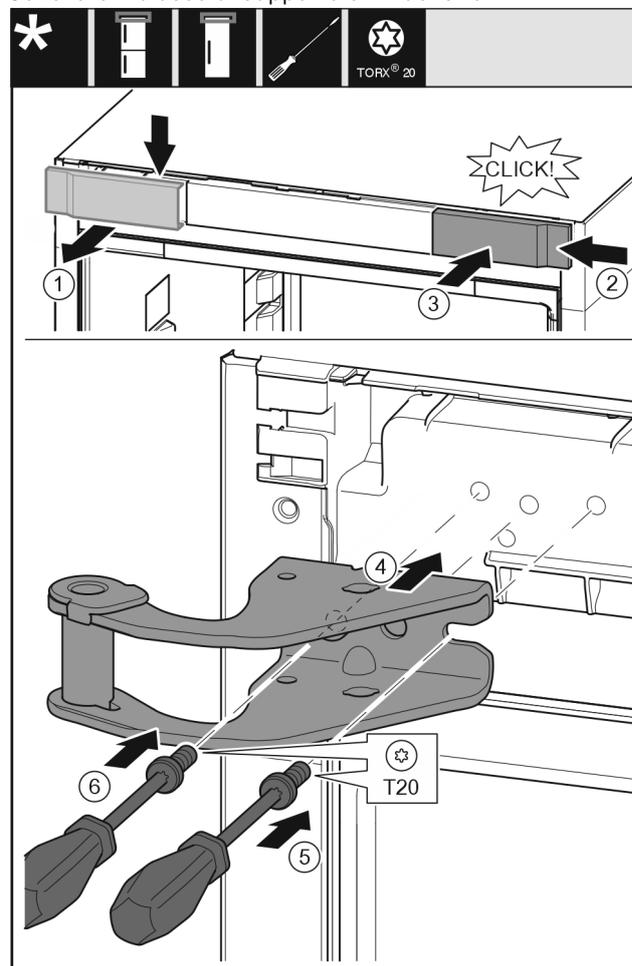

Fig. 12
- ▶ Rimuovere la copertura Fig. 12 (1) dall'alto in avanti.
- ▶ Agganciare da destra la copertura Fig. 12 (2) ruotata di 180° sull'altro lato.
- ▶ Innestare la copertura Fig. 12 (3).
- ▶ Applicare il blocco di supporto superiore Fig. 12 (4).
- ▶ Applicare la vite Fig. 12 (5) con un cacciavite e serrarla.
- ▶ Applicare la vite Fig. 12 (6) con un cacciavite e serrarla.